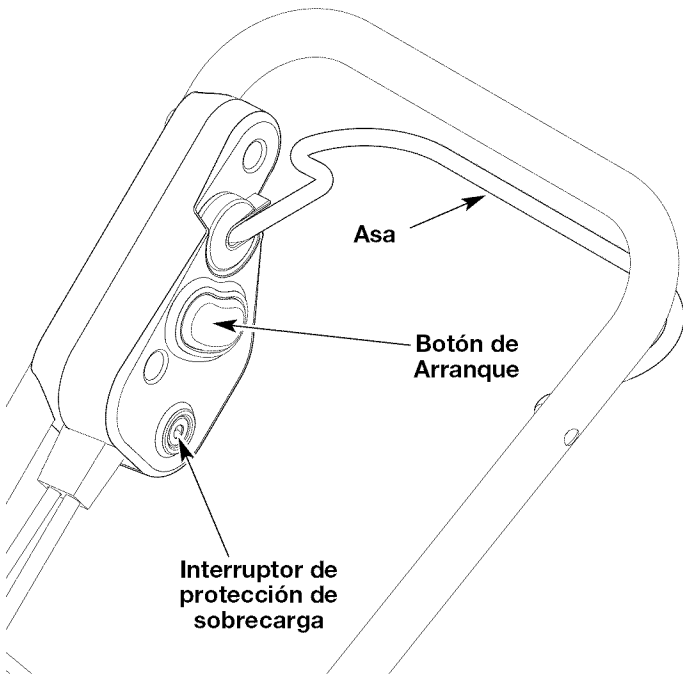

Fig. 4
2. Oprima y sostenga oprimido el botón de arranque de color rojo (Fig. 4).